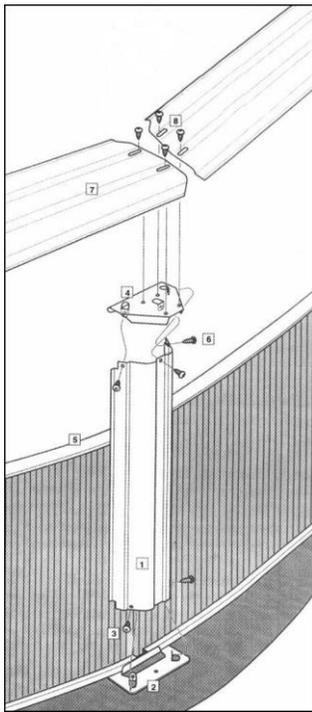

fig. 29
- Installez un profil supérieur (fig. 29), posez une des extrémités sur la plaque supérieure (T2). Le côté extérieur du profil supérieur doit être le plus haut.